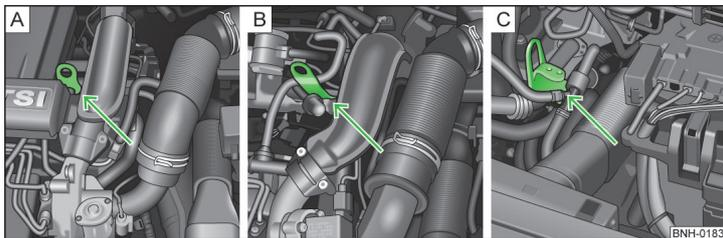

Fig. 135 Punto di massa del motore: Sistema START-STOP
- Motori 1,2 l/63 kW TSI e 1,2 l/77 kW TSI » fig. 135 - **A**
- Motore 1,4 l/90 kW » fig. 135 - **B**
- Motore 1,6 l/77 kW TDI CR » fig. 135 - **C**